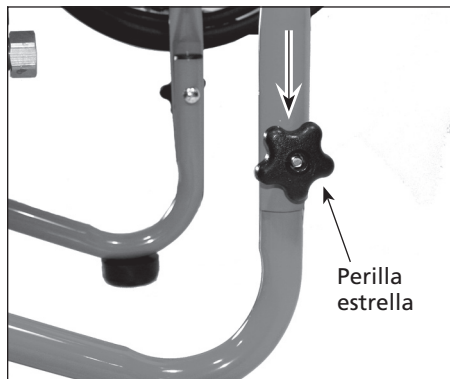

Figura 1 - Ensamblaje del mango
1. Deslice el ensamble del mango sobre las patas inferiores de la base del carro. Utilice la perilla estrella y el perno para asegurar las patas. Vea la Figura 1.